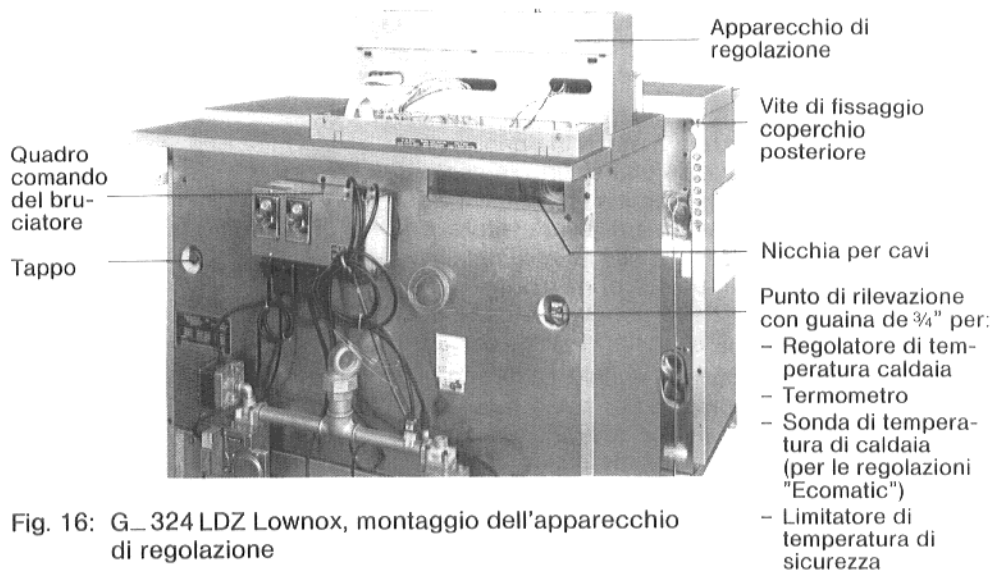

Fig. 16: G_324 LDZ Lownox, montaggio dell'apparecchio di regolazione
8. Posare il apparecchio di regolazione sul coperchio posteriore, avendo cura di interporre la plastica d'imballaggio per non graffiarlo (Fig. 16).
9. Condurre il cavo di controllo dal quadro comando del bruciatore all'apparecchio di regolazione (Fig. 16) e collegare i conduttori di protezione ai morsetti 17 e 18.
10. Srotolare i tubetti capillari delle sonde di temperatura quanto sufficiente per giungere al punto di rilevazione (Fig. 16).
15. Collocare la lunghezza eccedente dei capillari nella nicchia per i cavi (Fig. 16).